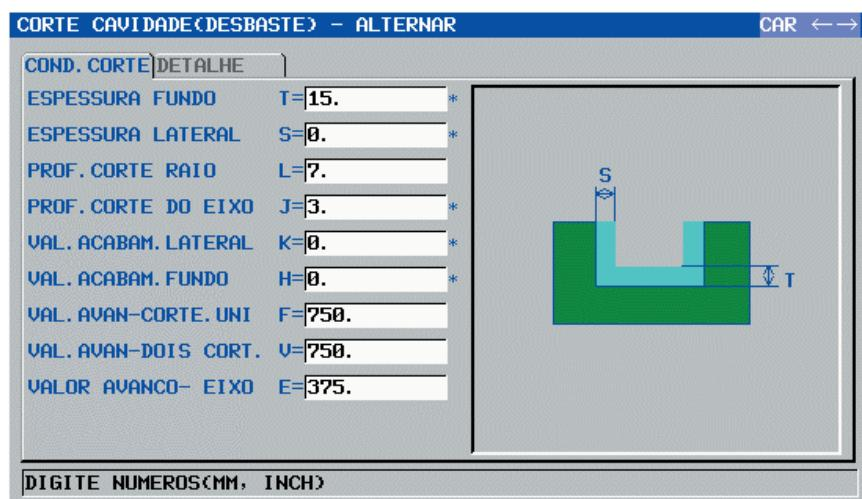

Figura 40 - Janela “COND. CORTE” - Ciclo de Cavidade
- Preencher os campos conforme a figura 40